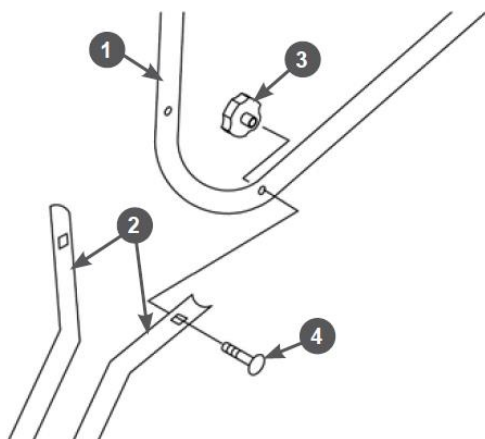

Рис. 7 Установка рабочих рукояток
7. Установите на стойки поз.2 рабочие рукоятки поз.1 (Рис 7). Совместите отверстия в стойках поз.2 и рукоятках поз.1, вставьте в отверстия болты поз.4 и закрутите барашковые гайки поз.3 (Рис. 7).